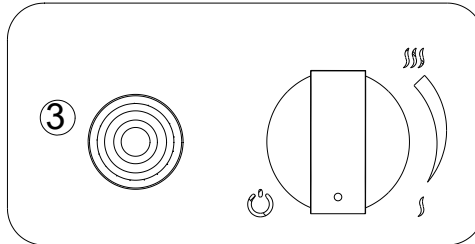

Fig 14 – Appui sur le bouton d'allumage
- Pour éteindre l'appareil, appuyez et tournez simultanément le bouton dans le sens des aiguilles d'une montre (Fig 14). L'alimentation en gaz sera coupée et la flamme du brûleur sera éteinte.